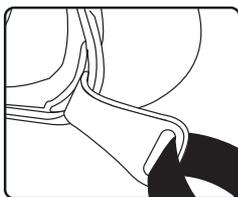

Figure 3
3. Passez les sangles du bas du harnais dans les fentes du clip. Repliez les sangles en arrière et fixez les languettes sur les sangles du harnais (figure 3).